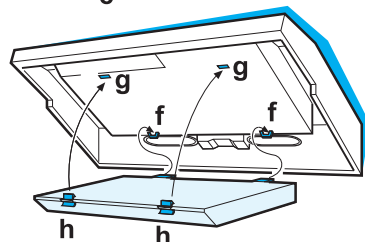

Fig. 4
4. Si le filtre à charbon est déjà monté et doit être remplacé, appuyez sur les touches de déblocage (Fig. 4, h) et retirez le filtre en le tirant vers le bas.
5. Si les filtres n'ont pas été installés (Fig. 4).